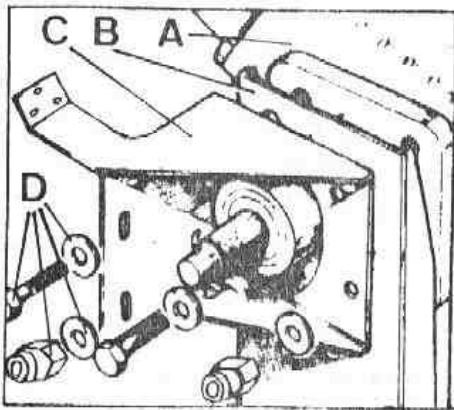

Fig. G-31 Soportes de apoyo de la caja de dirección
- 1.12. Si fuese necesario, se desmontarán de la caja de dirección, A (Fig. G-31), los soportes de apoyo, B.
- 2.1. Si se hubiesen desmontado, se volverán a instalar los soportes, B y C (Fig. G-31) a la caja de dirección, y se apretarán los tornillos con una tensión - de 5 mkg, aplicándole previamente LOCTITE a la rosca de los dos tornillos superiores.